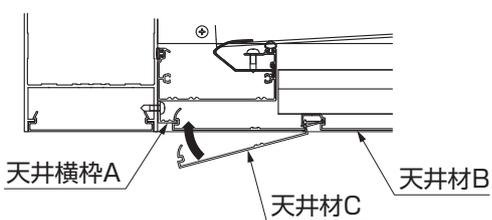

図4-9 天井材Cの取付け
- ⑤天井材Cを天井材B、天井横材Aにかん合させて取付けてください。(図4-9参照)